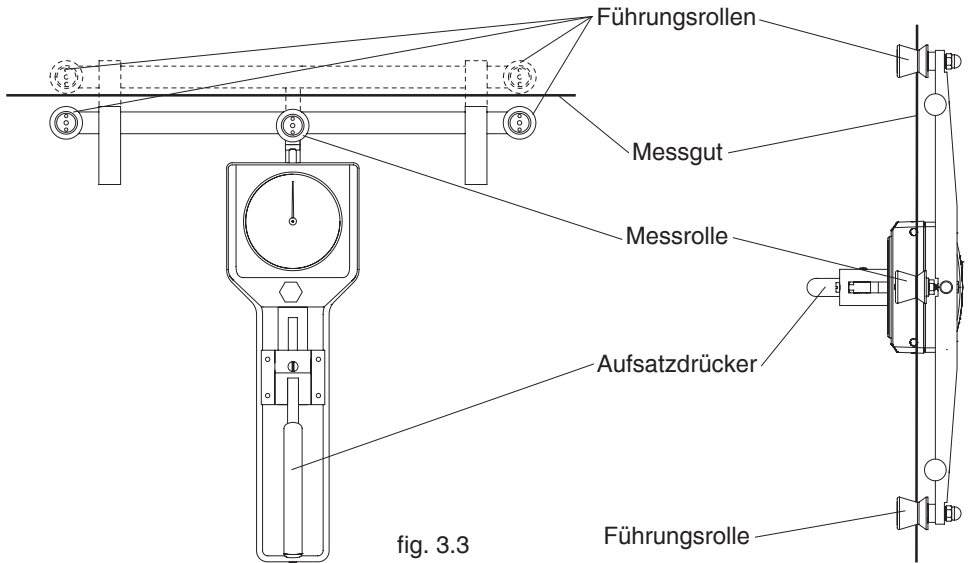

fig. 3.3
- Das Messgut an den Aufsatzdrücker anliegen lassen (fig. 3.3).